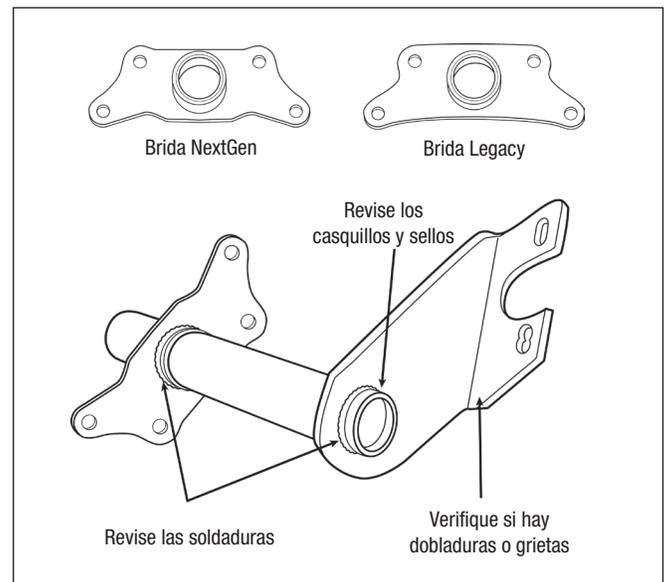

Figura 39 – Inspección del soporte de la cámara de aire
1. Compruebe si hay un brazo doblado, roto o agrietado y soldaduras agrietadas. *Consulte la figura 39.* Reemplace el soporte si alguna de estas condiciones es evidente.